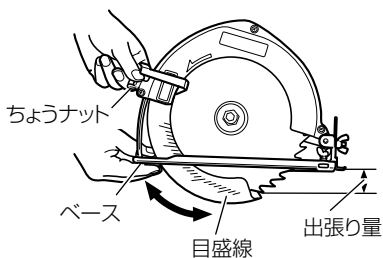

図 5
- ベースとのこ刃とが直角になっているときは、保護カバーの目盛を利用して切込み深さが調整できます。（図 5）例えばベースの底面を 45（1.5）の目盛線に合わせると、その時の切込み深さは約 45 mm（1 寸 5 分）になります。目盛線は 3 mm（1 分）毎に付いています。
(2) 傾斜角度の調整